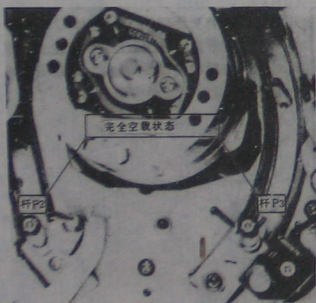

图 1-49 导杆 P2 和 P3 完全卸载状态
1) 按顺时针方向旋转加载齿轮, 直至导杆 P2 和 P3 达到完全卸载状态, 如图 1-49 所示。此时, 加载齿轮的小凸块将处于顶部。